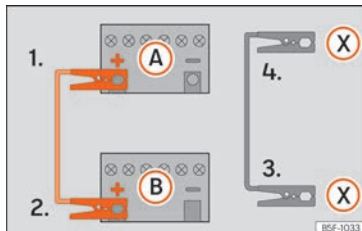

Abb. 55 Anschlussschema für Fahrzeuge mit Start-Stopp-System.
- 4b. Bei Fahrzeugen mit Start-Stopp-System: ein Ende des schwarzen Starthilfekabels (X) an einen geeigneten Masseanschluss, ein massives, fest mit dem Motorblock verschraubtes Metallteil oder an den Motorblock selbst anklammern »» » **Abb. 55**.
5. Klemmen Sie das andere Ende des schwarzen Starthilfekabels (X) im Fahrzeug mit der entladenen Batterie an ein mit dem Motorblock verschraubtes, massives Metallteil oder an den Motorblock selbst, aber so weit wie möglich von der Batterie (A) entfernt an.